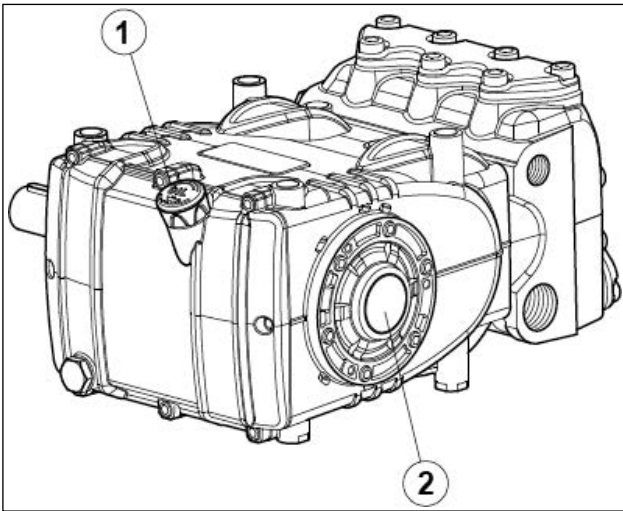

图14
5. 利用专用检测杆(位置①，图14)检测的泵浦护门的油料必须足够，通过液面检视孔(位置②，图14)进行检查除外。